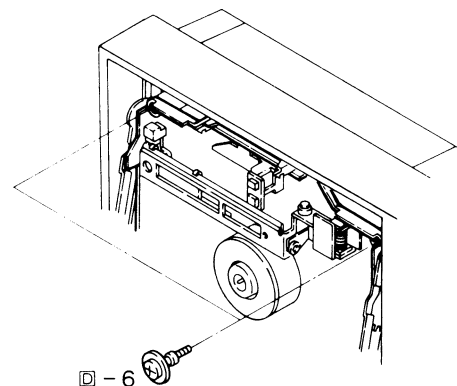

Figure 9-2
6. Remove two screws from the player mechanism, and take the player mechanism off. See Fig. 9-2.
6. Die beiden Schrauben vom Plattenspielermechanismus entfernen, wonach der Plattenspielermechanismus herausgenommen werden kann. Siehe Abbildung 9-2.
6. Enlever les deux vis du mécanisme du tourne-disques, et retirer ce dernier. Voir la Fig. 9-2.